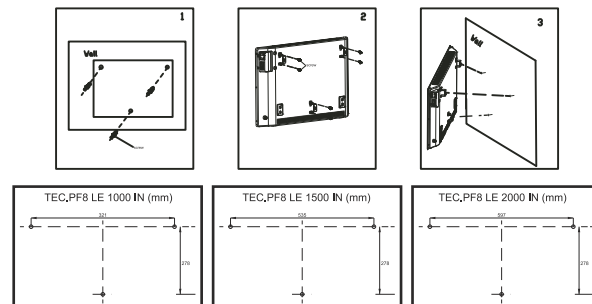

Рис. 3
4. ОПИСАНИЕ КОНВЕКТОРА (РИС. 3)
4. Согласно рис. 3 просверлите отверстия необходимого диаметра, вставьте дюбели, и закрутите установочные винты.
5. Подвесьте конвектор на кронштейны и проверьте надёжность крепления (см. рис. 3).